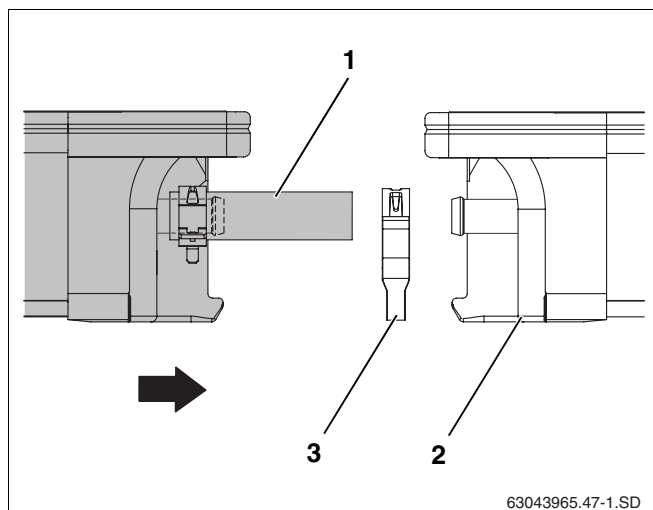

Fig. 46 Posizionamento del secondo collettore contro il primo
- Posare il secondo collettore sulle guide profilate con i tubi di gomma per solare (fig. 46, **pos. 1**) e farlo scivolare dentro la sicurezza anti scivolamento.
- Spingere la seconda fascetta elastica (fig. 46, **pos. 3**) sul tubo di gomma per solare.
- Spingere il secondo collettore contro il primo (fig. 46, **pos. 2**) in maniera tale che i tubi di gomma per solare precedentemente montati vadano a infilarsi negli attacchi di sinistra del primo collettore.